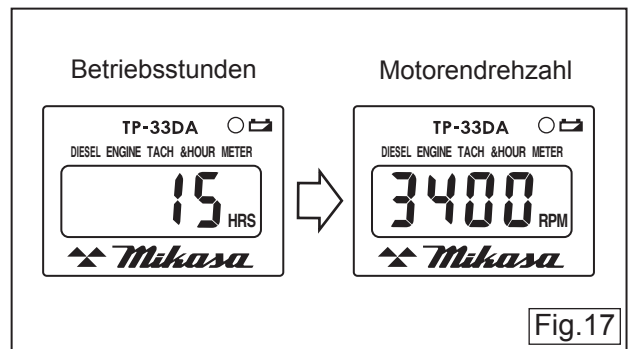

Fig.17
- 5 Nach erfolgtem Start springt die Anzeige von den Betriebsstunden auf die "aktuelle Motorendrehzahl".(Fig.17)